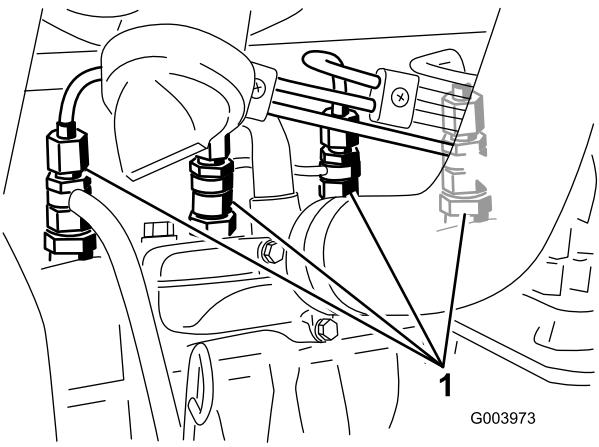

図 65
1. No. 1ノズルとホルダ・アセンブリへのパイプ接続部をゆるめる（図 65）。